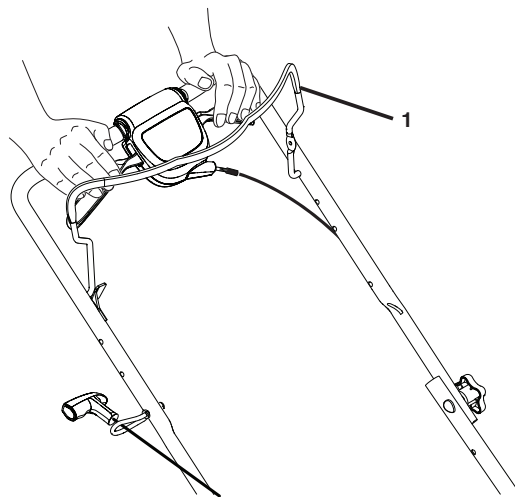

Figure 16
1. Pour arrêter le moteur, relâchez la barre de commande de présence d'opérateur (Figure 16).